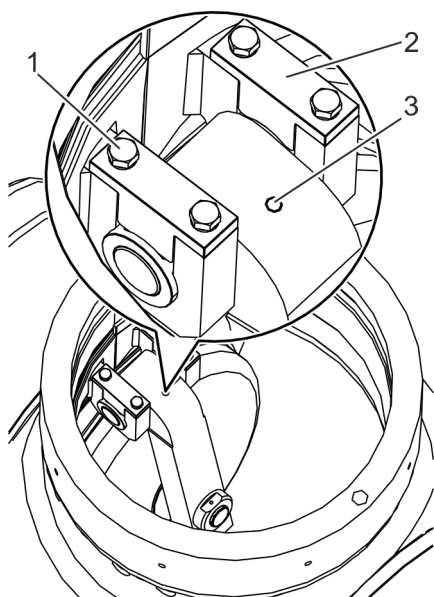

Fig. 20: Vue de dessus dans le carter
2. ➔ Si un alésage (Fig. 20/3) existe dans le levier à dalles : vissez l'anneau de levage dans l'alésage du levier à dalles.
3. ➔ Desserrer et retirer les raccords à vis (Fig. 20/1, 4 pièces) du support (Fig. 20/2) de l'arbre du clapet.
4. ➔ Retirer les supports (Fig. 20/2, 2 pièces).